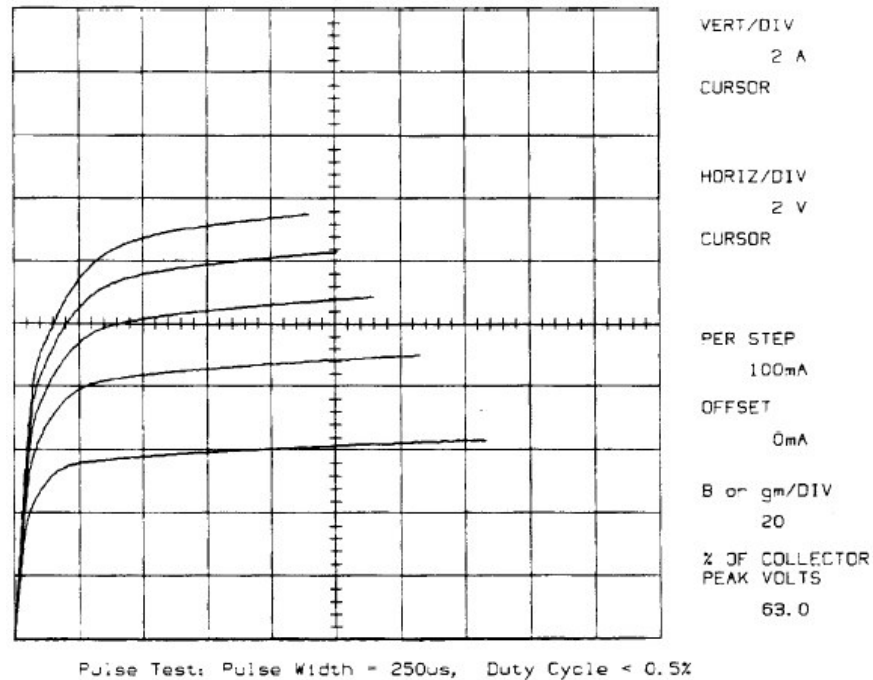

图 3-10 集电极电流与集电极/放射器电压特性曲线比较
几秒后，集电极电流与集电极/放射器电压特性曲线间的关系与图 3-10 所示的曲线显示类似。
4. 371B 如图 3-10 所示显示集电极电流与集电极/放射器电压曲线的曲线关系。